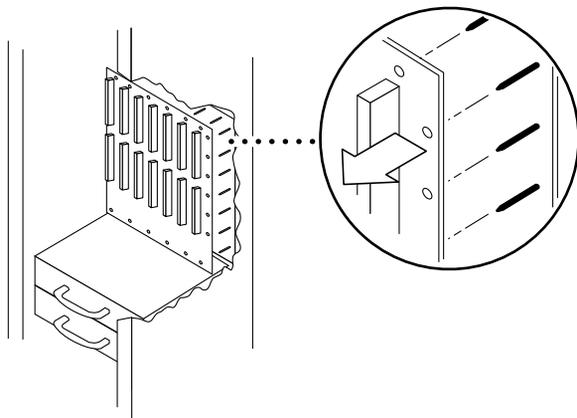

図 11-7 センタープレーンを手前に引くことによるガイドピンの取り外し — Sun Fire E6900 システム
12. センタープレーンを手前に引き、ガイドピンを外します (図 11-7)。